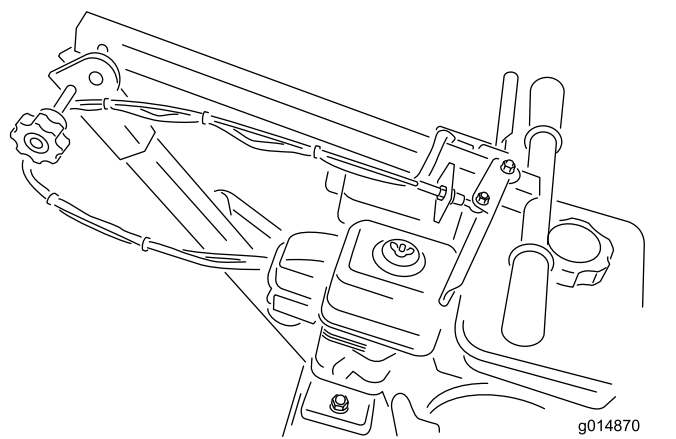

Figure 5
2. Repliez le guidon vers la machine et revissez le bouton sur le guidon (Figure 5).